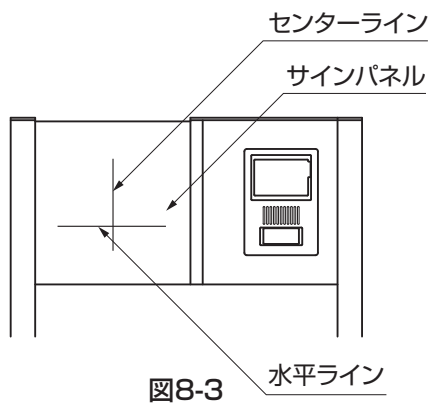

図8-3 水平ライン
- ①サインプレートにあとから消せる物で、センターラインと水平ラインを引いてください。(図8-3参照)